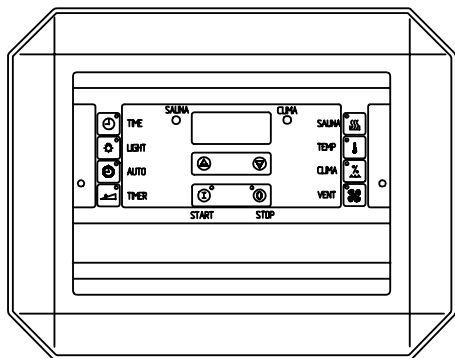

Abb. 1
- Der vorliegende Feuchtefühler ist nur für den Anschluß an die Saunasteuerungen 4490 D24 bzw. 4590 D24 vorgesehen. Die Bedienskala dieser Steuergeräte ist in Abbildung 1 dargestellt. Im Zweifelsfall fragen Sie bitte Ihren Fachhändler.